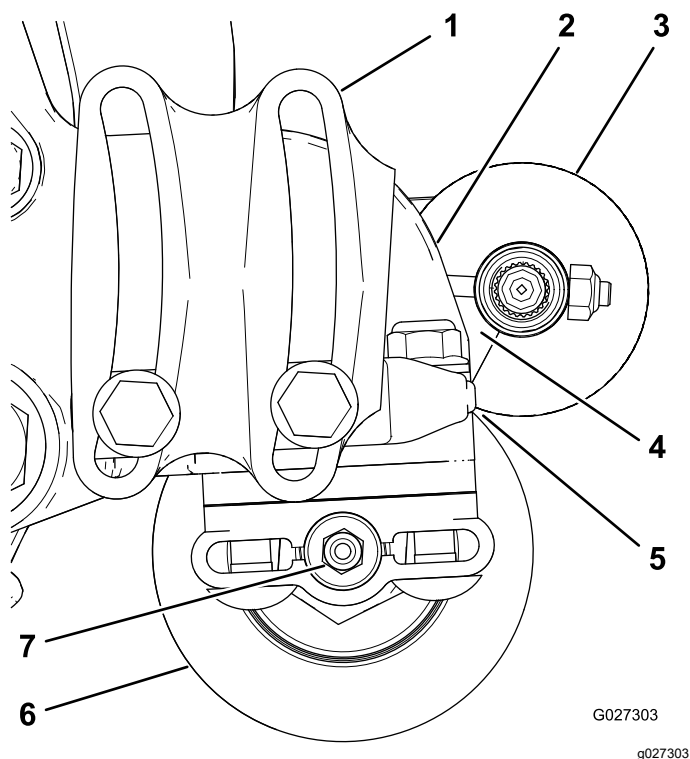

図 12
2. ローラブラシが後ローラにわずかに触れるまたは乗るように、ローラブラシの位置を決める 図 12。